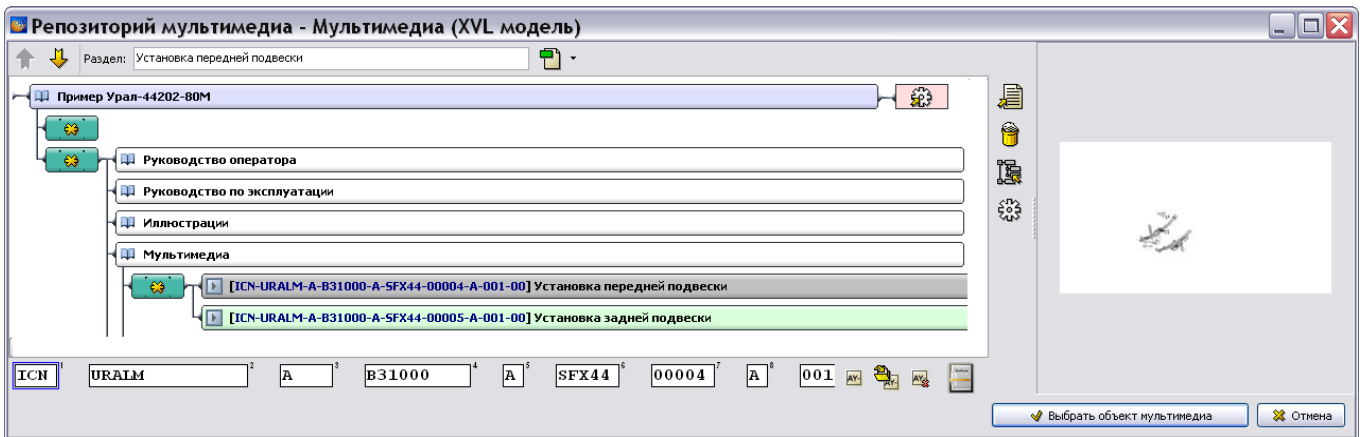

Рисунок 462
5) Выберите модуль данных с соответствующей 3D моделью и нажмите на кнопку **Выбрать объект мультимедиа** (рисунок 462).